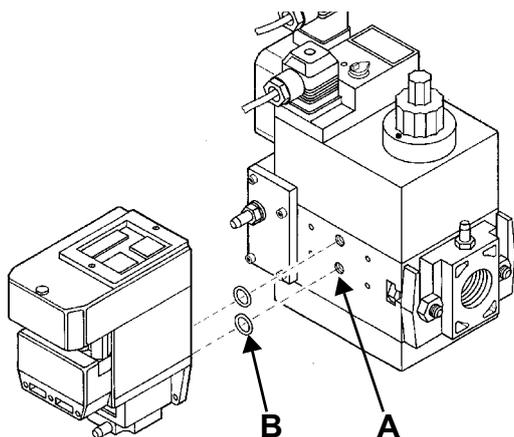
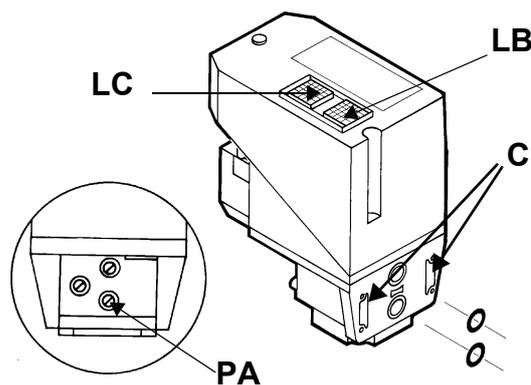

Рис. 11
Рис. 12
- 2). снять крепежные винты группы Multibloc (Рис. 11-А)
- 3). вставить уплотнительные кольца (10,5x2,25) в VPS 504 (Рис. 12-В, Рис. 11-В)
- 4). закрутить 4 винта блока контроля герметичности (M4x16) Рис. 11-С.